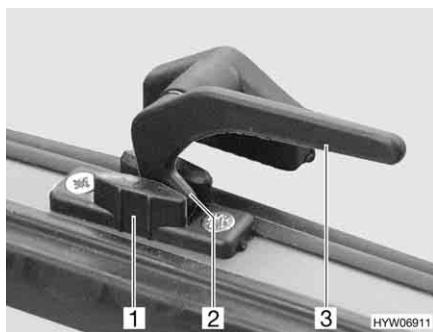

Bild 98 Verriegelungshebel in Stellung "Dauerbelüftung"
- in Stellung "Dauerbelüftung" (Bild 98)
- Alle Verriegelungshebel (Bild 98,3) eine viertel Umdrehung zur Haubenmitte hin drehen.
- Alle Verriegelungshebel wieder zurückdrehen. Die Verriegelungsnase (Bild 98,2) dabei in die Aussparung der Haubenverriegelung (Bild 98,1) einfahren.